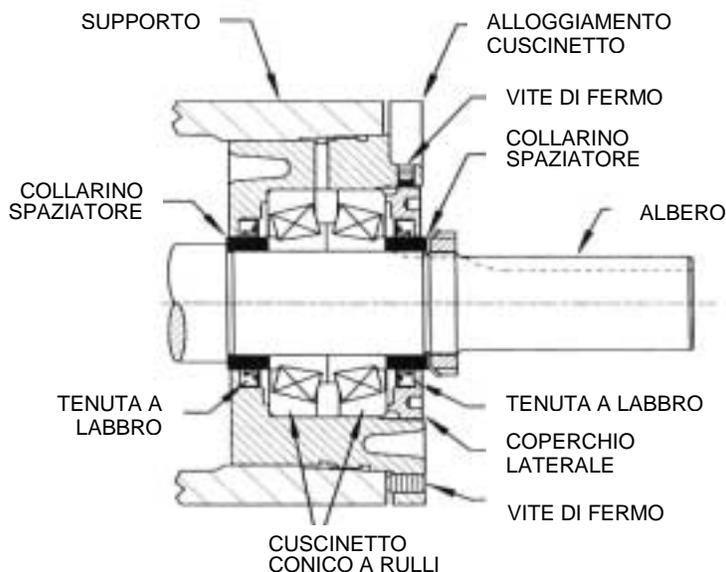

FIGURA 6
8. POMPE "Q" e "QS" PUMPS: Riempire i cuscinetti conici a rulli con grasso e pressare o spingere i cuscinetti nell'alloggiamento con il lato grande delle piste interne assieme. Può succedere di installare i cuscinetti in modo non corretto. Per un montaggio corretto vedere Figura 6.